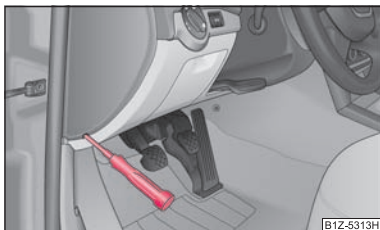

Fig. 143 Capacul suportului de siguranțe:
- Îndepărtați capacul de siguranță de pe lateralul tabloului de bord cu ajutorul unei șurubelnițe ⇒ fig. 143, respectiv capacul cutiei cu siguranțe din compartimentul motorului ⇒ pagina 157.